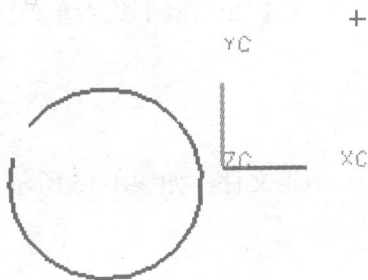
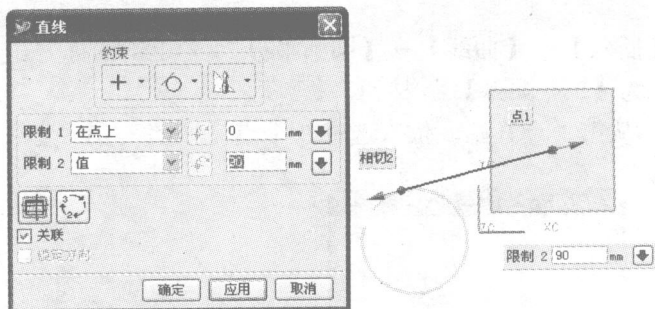
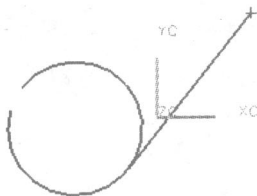

图 1-11 打开文件示意图
图 1-12 建立直线示意图
图 1-14 切换解示意图
(4) 点-相切
- 打开随书光盘“01/dian3.prt”文件，如图 1-11 所示。
- 选择菜单栏【插入】→【曲线】→【直线】或者单击图标 , 单击【约束】下拉列表中的【起始位置=点】按钮, 选择图 1-11 所示的点。
- 单击【约束】下拉列表中的【结束位置=切线】按钮, 选择图 1-11 所示的圆弧, 如图 1-12 所示。
- 在图 1-12 所示对话框中, 单击【在几个备选解之间切换】 按钮, 系统生成另外解, 如图 1-14 所示。